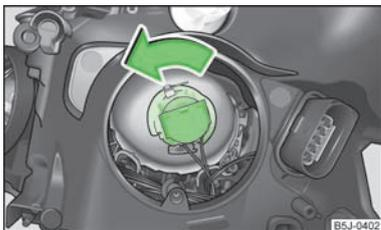

Fig. 145
- Faire tourner la fiche avec l'ampoule **en sens antihoraire** jusqu'en butée » fig. 145 et la faire sortir.